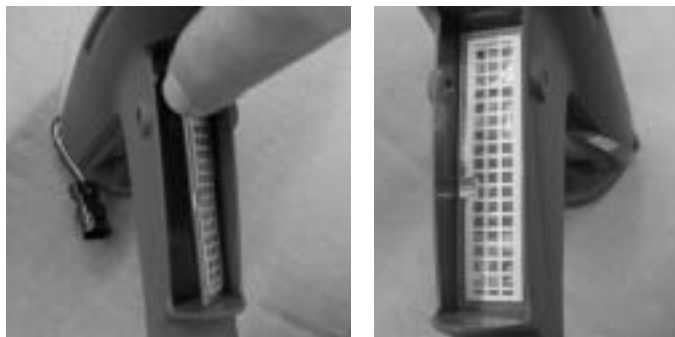

Figura 6-11 Montarea comutatorului declanșatorului - Pasul 4
4. A se vedea Figura 6-11. Cojiți hârtia autoadezivă de pe comutator.